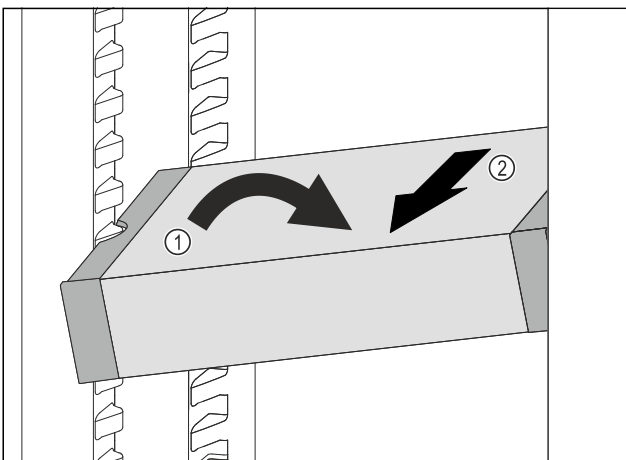

Fig. 106
► Coloque el VarioSafe en el compartimento del refrigerador en posición oblicua. Fig. 106 (1)
► Extraiga el VarioSafe hacia delante. Fig. 106 (2)